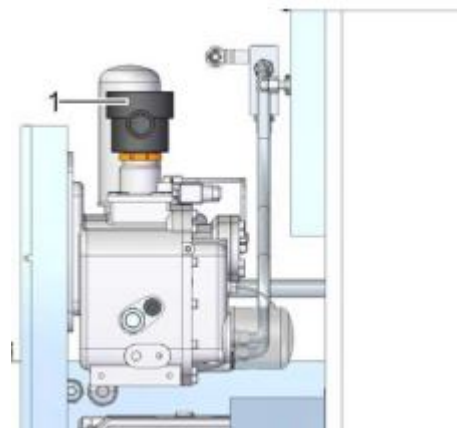

Рис. 43: Отвинтить крышку всасывающего фильтра
4. ➤ Отвинтите крышку всасывающего фильтра (Рис. 43/1).
7. ➤ Завинтите крышку всасывающего фильтра (Рис. 43/1)